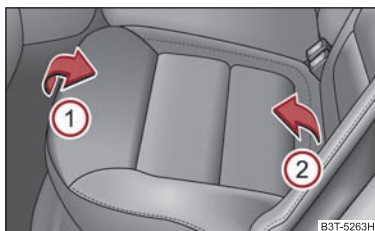

Fig. 75 Rabatarea în față a suprafeței de șezut
- Ridicați bancheta din spate în sensul săgeții ① ⇒ fig. 75 și rabatați-o în față conform săgeții ②.